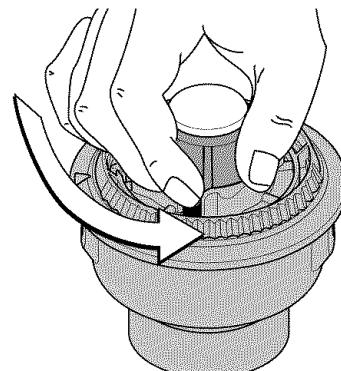

Fig. 20
1. Si necesita sacar la perilla percusiva para limpiar la cabeza o retirar línea en exceso atorada, sostenga el bastidor del carrete y desenrosque la perilla percusiva en sentido antihorario (Fig. 20).